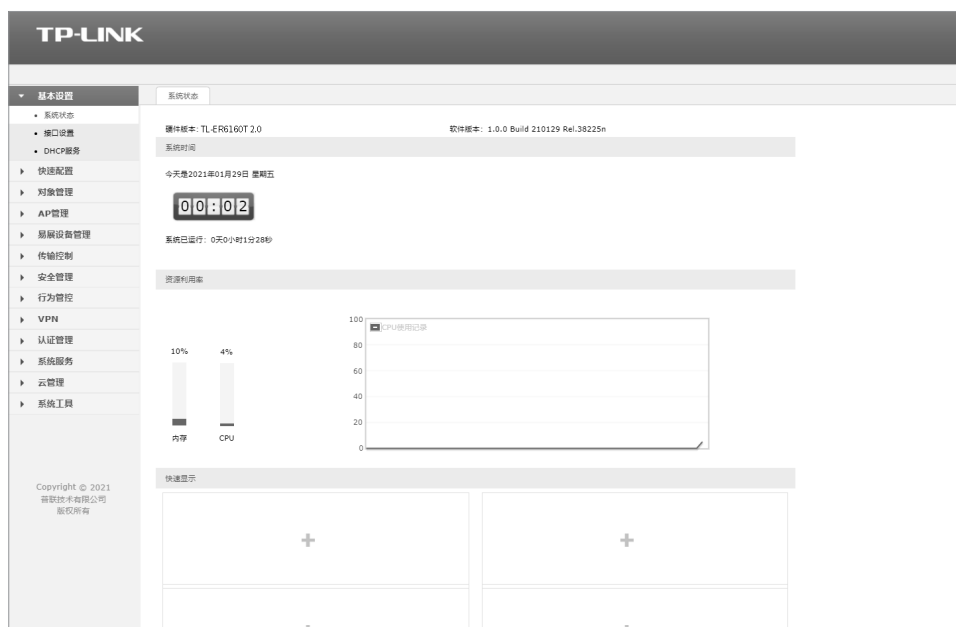

图4-3 路由器管理界面首页
5. 经过上述步骤即可成功登录路由器管理界面, 如图4-3所示。点击左上角的本公司的商标, 可以访问本公司主页 (<http://www.tp-link.com.cn>); 点击页面左侧的主菜单栏即可进行相应功能的设置。